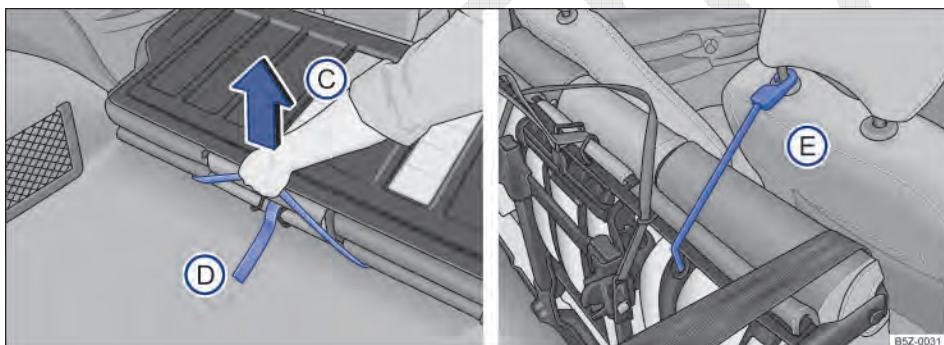

Fig. 78 Banco traseiro: alça para destravamento do conjunto do assoalho (C); cinta elástica vermelha para fixação na haste do apoio para cabeça (E).
- Puxar a alça preta ⇒ Fig. 78 © para destravar o conjunto do assoalho e, ao mesmo tempo, levantar **cuidadosamente** na direção dos bancos dianteiros.
- Localizar a cinta elástica vermelha alojada na parte inferior do assento do banco e, encaixar o gancho dessa cinta na haste do apoio para cabeça do banco do passageiro ⇒ Fig. 78 ©, imobilizando o conjunto.
- Soltar o gancho da cinta elástica vermelha da haste do apoio para cabeça do banco do passageiro ⇒ Fig. 78 © e, encaixar debaixo do banco traseiro.
- Puxar a alça vermelha ⇒ Fig. 78 © para destravar o encosto e, ao mesmo tempo, recolocar o encosto na posição original.